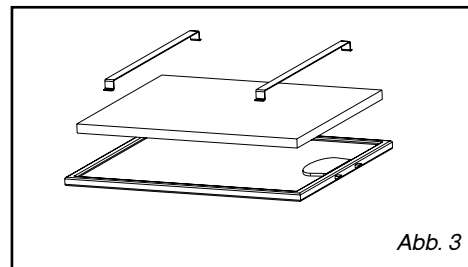

Abb. 3
- Die Filterkassetten entfernen (Abb. 3).